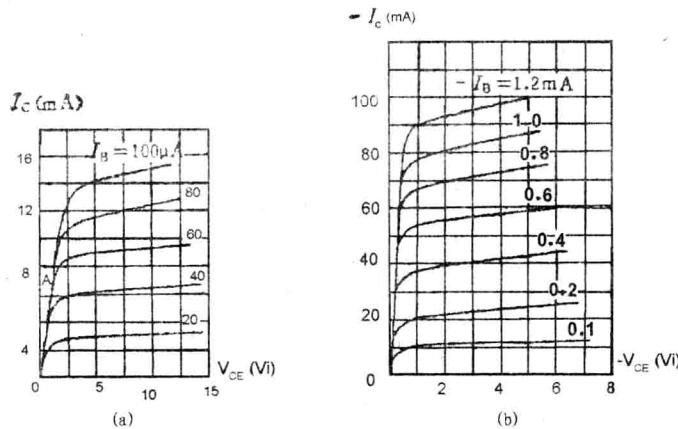

图 1-11 三极管的输出特性曲线
②输出特性曲线。对于共射接法,输出特性曲线是指基极电流  $I_B$  一定时,  $I_C$  与  $V_{CE}$  的关系曲线(如图 1-11 所示)即